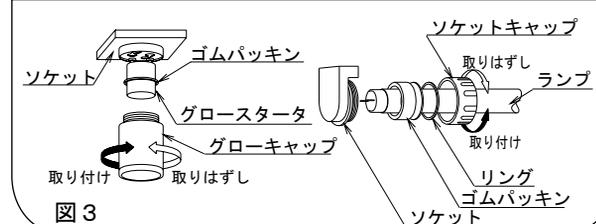

図3
- グロースタータをグローソケットに取り付け、防水性が損なわれないようゴムパッキン、グローキャップを確実に取り付ける。（グロー式器具のみ）（図3）
- 適合ランプを確認し、ソケットキャップ、リング、ゴムパッキンを正しく挿入し、ランプを確実に取り付けた後、防水性が損なわれないよう確実にソケットキャップを取り付ける。（図3）